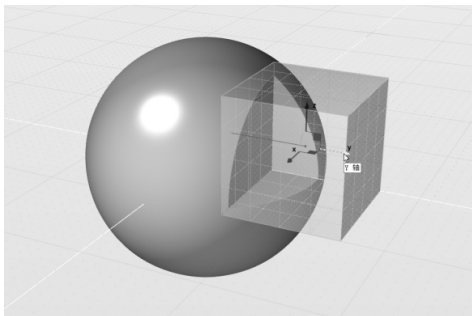

图 2-64 调整源对象位置，也可使布尔差集运算结果更新
3) 在全局浏览器中选择“立方体#1”，使用“平移”工具将立方体向 Y 轴方向平移，也可更改布尔差集运算结果，如图 2-64 所示。